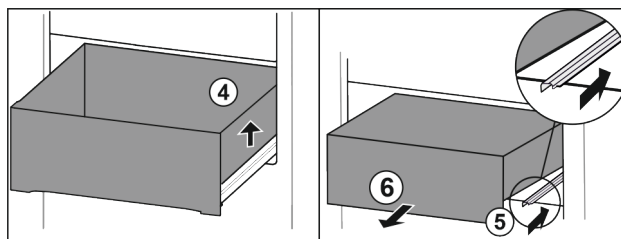

Fig. 15
- ▶ Lade rechts optillen Fig. 15 (4).
- ▶ Rechter rail erin schuiven Fig. 15 (5).
- ▶ Lade er naar voren uitnemen Fig. 15 (6).